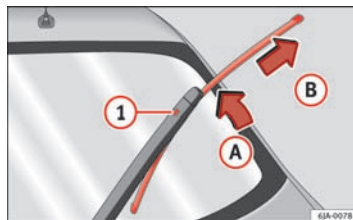

Fig. 68 Viskerblad til bagrude
- Klap viskerarmen væk fra ruden, hvorved viskerbladet skal bevæges let i viskerarmens retning – pil A ⇒ Fig. 68.
- Løsn låseanordningen ① med den anden hånd, og tag viskerbladet af i pilens retning B.